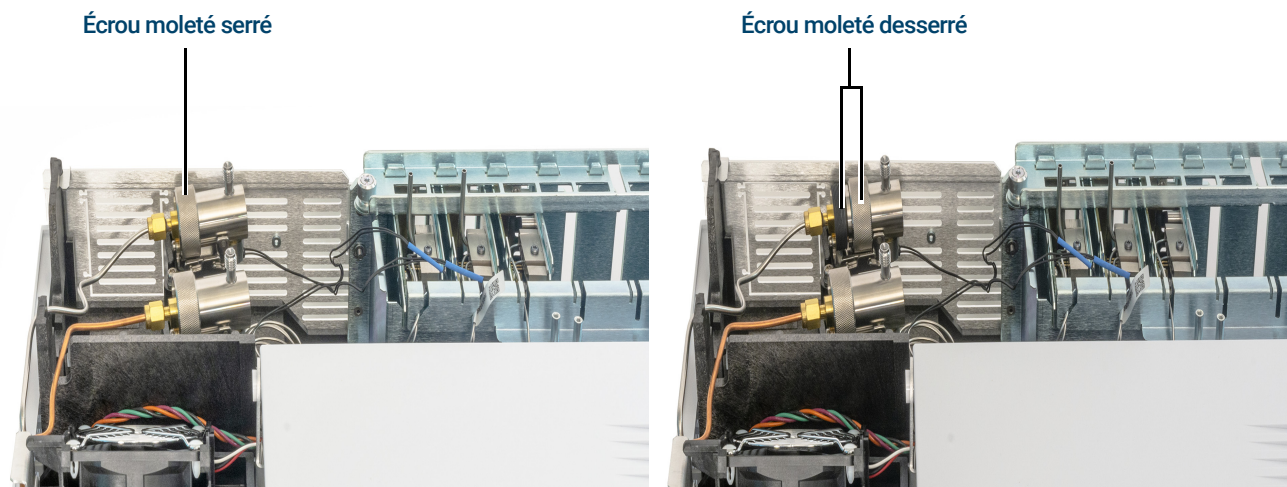

Figure 22. Desserrer l'écrou moleté
- 4 Desserrez entièrement l'écrou moleté qui maintient en place la trappe de ventilation divisée comme illustré à la **Figure 22**.